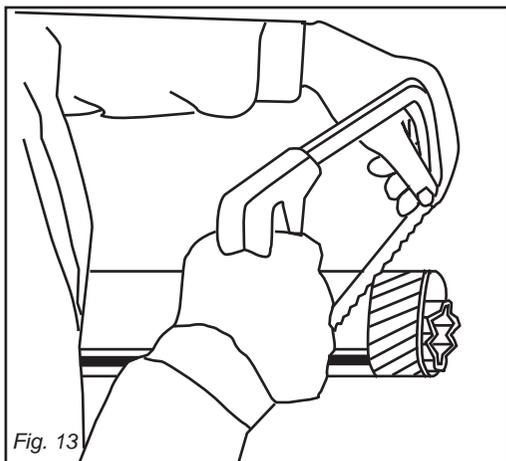
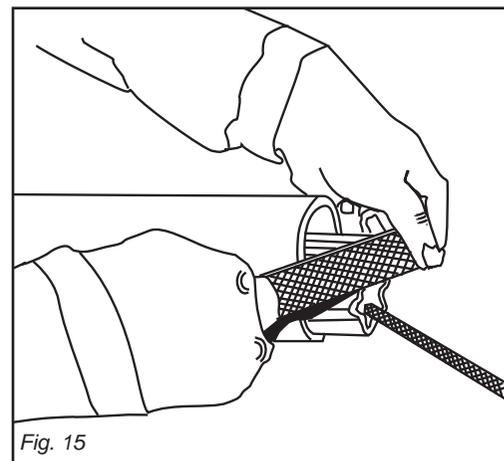
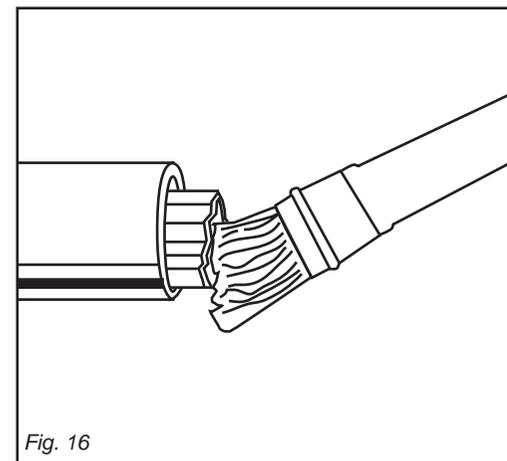

Fig. 13
Fig. 15
Fig. 16
- Shorten the sliding tubes by the same extent (Fig. 13 and 14), deburr and trim (Fig. 15), then grease the inside of the outer tube (Fig. 16).
- Raccourcir les tubes coulissant de la même longueur (Fig. 13 et 14), ébavurer et nettoyer (Fig. 15) puis graisser l'intérieur du tube extérieur (Fig. 16).
- Die Gleitrohre um die gleiche Länge (Abb. 13 und 14) kürzen, sie abgraten und reinigen (Abb. 15) und das Innere des Außenrohrs schmieren (Abb. 16).
- Acortar los tubos corredizos en modo uniforme (Fig. 13 y 14), quitar las rebabas y limpiar (Fig. 15) y engrasar dentro del tubo externo (Fig. 16).